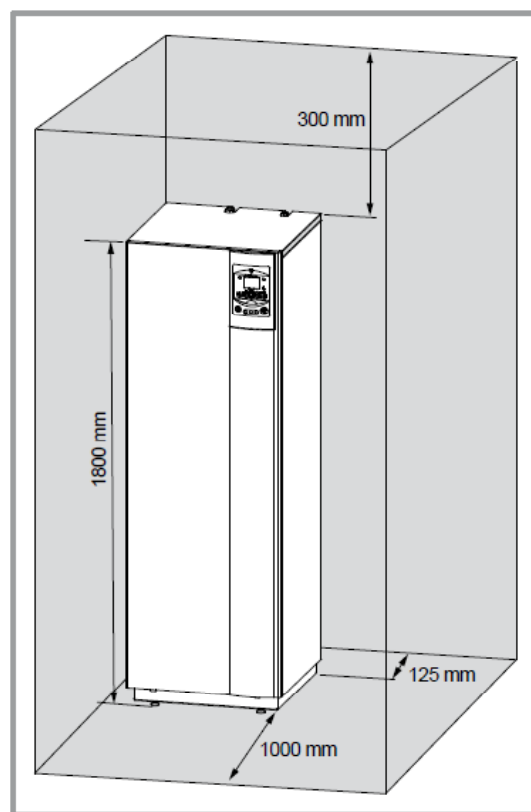

Bild 14:
- För att underlätta underhåll och erbjuda tillgång till olika delar, rekommenderar vi att man ser till att lämna tillräckligt med utrymme runt den hydrauliska enheten (bild 14).